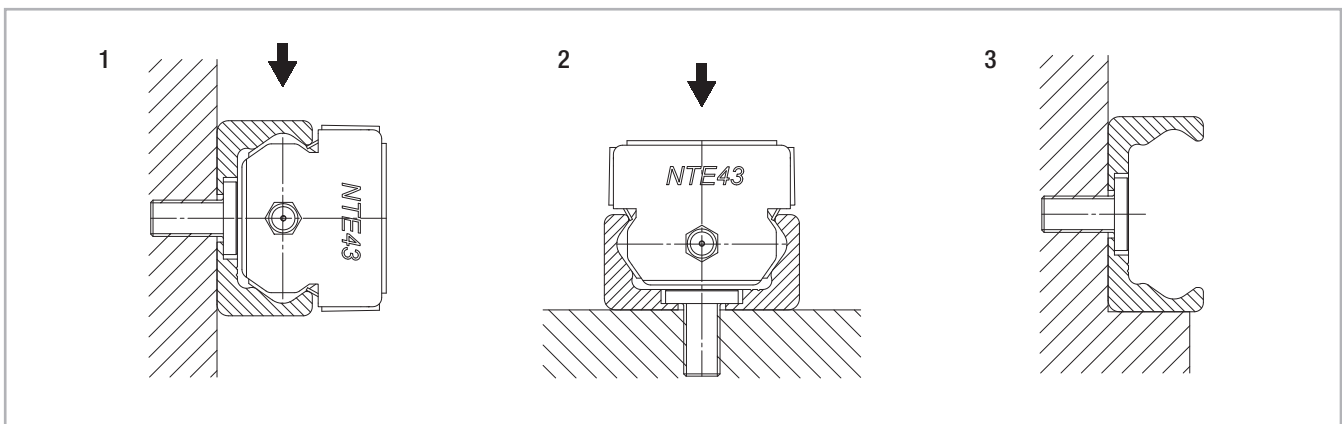

Fig. 99
Les rails en T et en K peuvent être montés dans deux positions différentes par rapport à la force externe. Dans le cas d'une charge axiale agissant sur le patin (fig. 99, pos. 2), la capacité de charge admissible est réduite en raison des roulements à billes radiaux utilisés. C'est pourquoi les rails doivent, si possible, être montés de telle manière que la charge en résultant soit appliquée dans le sens radial sur les galets (fig. 99, pos. 1). Le nombre des trous de fixation dans le rail en combinaison avec les vis de la classe de résistance 10.9 est fonction des capacités de charge. Dans le cas d'applications critiques avec des vibrations ou si une plus grande rigidité est exigée, le soutien du rail s'avère judicieux (fig. 99,